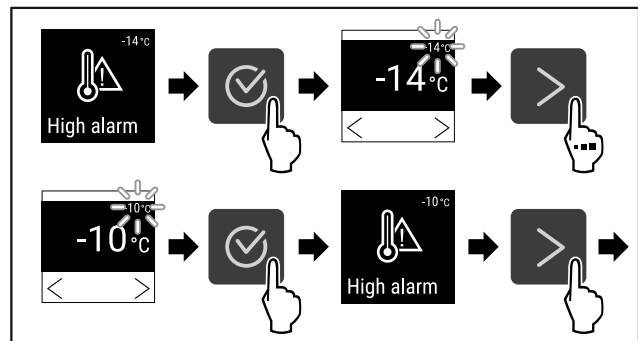

Fig. 98
- ▶ Udfør handlingstrinene (se Fig. 98).